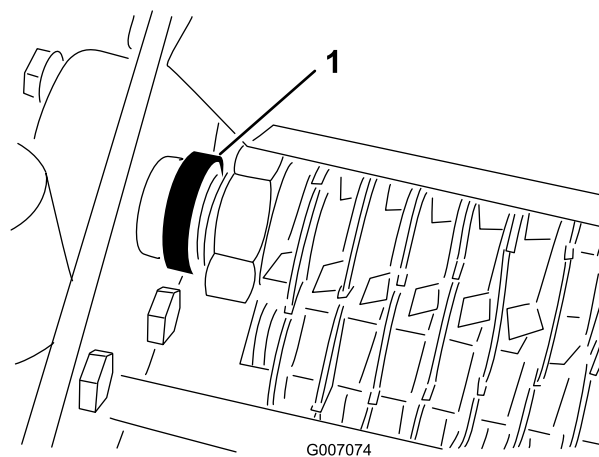

Figure 13
4. Enlevez les vis des bagues de blocage sur les roulements de cylindre (Figure 13).